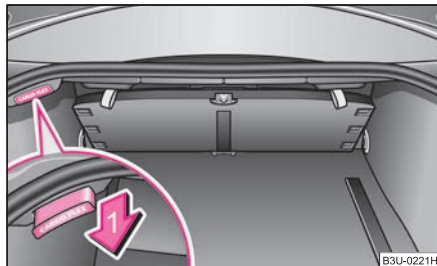
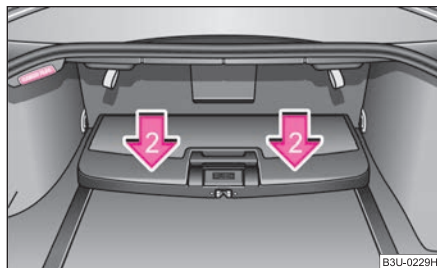

**Abb. 78 Klappbox:
**Abb. 79 Klappbox:
Sie können die Klappbox in zwei verschiedenen Stellungen transportieren - in der Transportstellung an der Gepäckraum-Trennwand $\Rightarrow$ Abb. 78 oder in der Bereitschaftsstellung auf dem Gepäckraumboden abgesenkt $\Rightarrow$ Abb. 79.
- Ziehen Sie den Ausrückgriff in Pfeilrichtung **1** $\Rightarrow$ Abb. 78. Die Klappbox wird bis knapp über den Gepäckraumboden abgesenkt.
- Drücken Sie die Klappbox an den Pfeilstellen **2** $\Rightarrow$ Abb. 79 zum Gepäckraumboden, bis sie hörbar einrastet. Bei richtiger Rastung wird der Ausrückgriff in die Ausgangsstellung zurückgestellt (die obere rote Fläche des Ausrückgriffes ist nicht sichtbar).
- Ziehen Sie den Ausrückgriff in Pfeilrichtung **1** $\Rightarrow$ Abb. 78. Die Klappbox hebt sich vom Gepäckraumboden ab.
- Bevor Sie die Klappbox **B** in die Bereitschaftsstellung $\Rightarrow$ Abb. 79 absenken, ist es erforderlich, das Netz* auszubauen, um Netzbeschädigungen zu vermeiden. ■